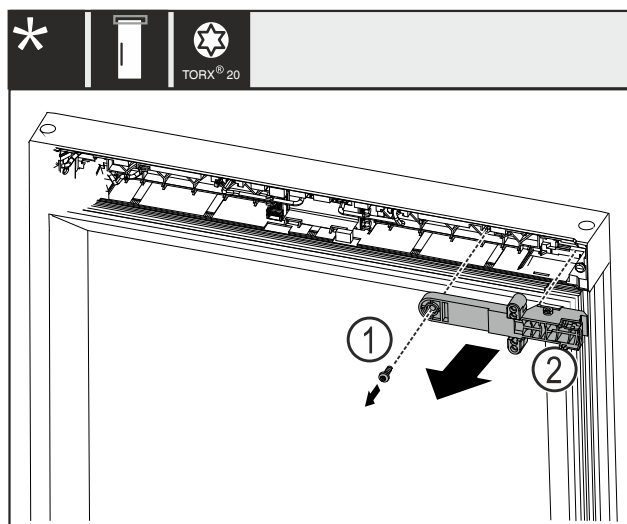

Fig. 22
- 移除螺栓 Fig. 22 (1)。
- 将锁固定件 Fig. 22 (2)取下。